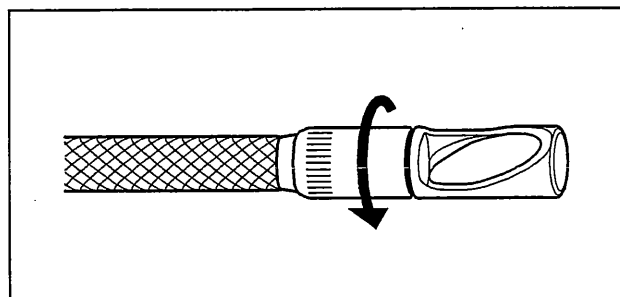

図 3.17
4. スコープ本体に対して軽く押し込みながら側視ミラーアダプターのナットを時計回りに回して第2ねじ部を接続ねじ部に取り付けます。ナットは確実に止まるまで締め付けます（図 3.17 参照）。
2. LCD 角度調節がスムーズに可変するか点検します（図 3.17 参照）。